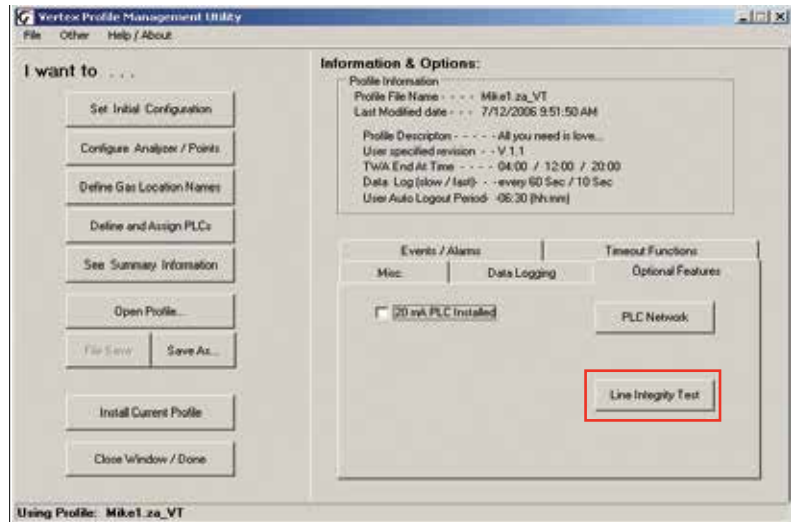

Abbildung H-3. Neue Schaltfläche im Konfigurationseditor
Bei Drücken der Schaltfläche „Line Integrity Test“ (Leitungstest) (siehe Abbildung H-3) erscheint das in Abbildung H-4 dargestellte Formular.
1. Diese Schaltflächen befinden sich im autorisierten Servicebildschirm, wie in Abbildung H-3 dargestellt. Befindet sich der zugehörige Analyzer im Überwachungsmodus, wird dies entsprechend angezeigt; siehe Abbildung H-4.